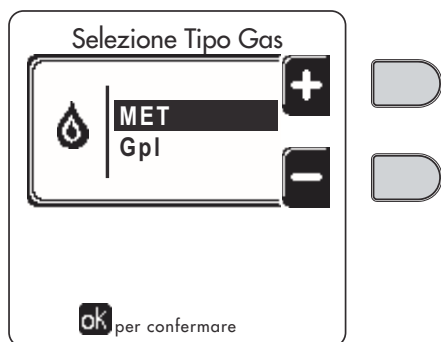

fig. 58 - Selezione tipo di gas
6. Modificare il parametro relativo al tipo di gas come descritto di seguito. Raggiungere la schermata visualizzata in fig. 58 navigando nel menù seguendo il percorso "MENU' UTENTE ➡ Manutenzione ➡ Modalità Test ➡ Selezione Tipo Gas". Premere i tasti contestuali 1 e 2 per scegliere il tipo di gas. Confermare con il tasto OK.